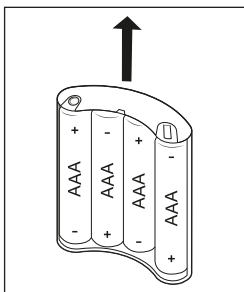

Abb. 3
6. Schieben Sie die Batteriehalterung **15** wieder in das Batteriefach **14**. Achten Sie darauf, dass die Batteriehalterung **15** mit den Kontakten voran in das Batteriefach **14** eingeschoben wird (siehe Abb. 3 und 4).